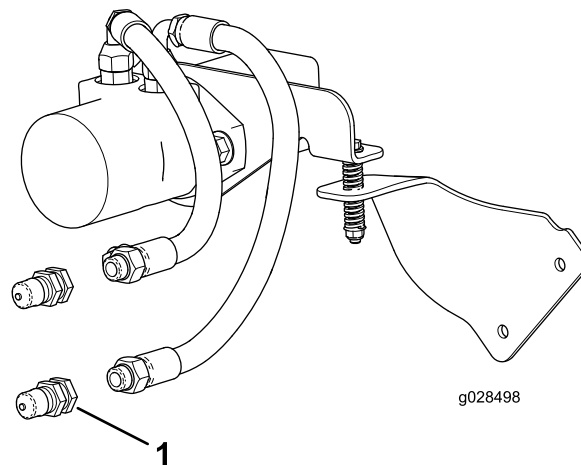

Figura 5
6. Instale um conector rápido macho na outra extremidade de cada uma das 2 mangueiras hidráulicas (Figura 5).